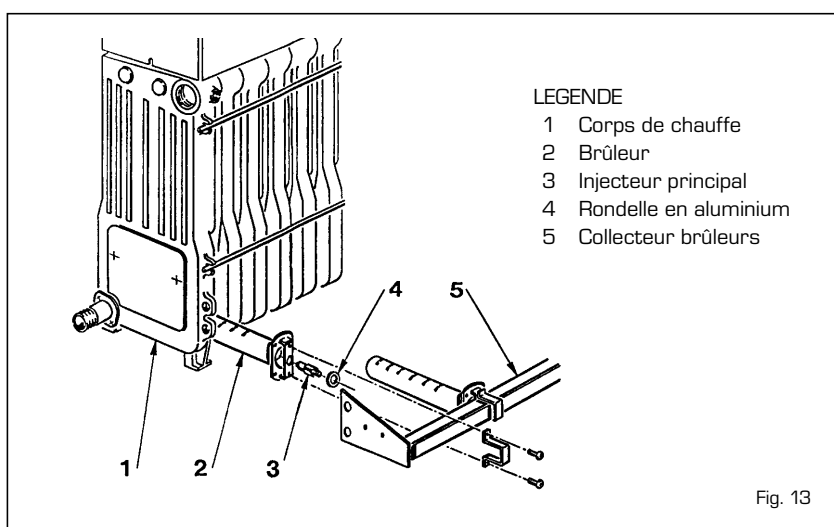

Fig. 13
- Enlever le brûleur du collecteur porte-buses et diriger un jet d'air vers l'intérieur des brûleurs de manière à faire sortir la poussière qui a pu s'y accumuler. S'assurer que la partie supérieure perforée des brûleurs est exempte d'incrustations (fig. 13).